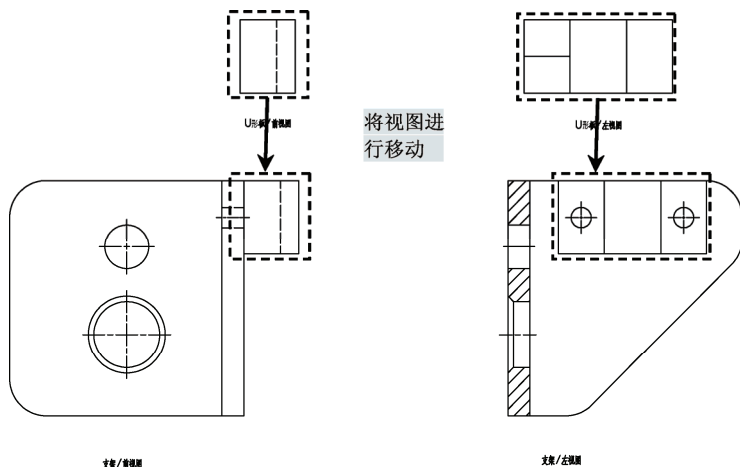

图 7-41 移动 U 形板
3) 执行“移动”命令(M), 将“U 形板”的“前视图”和“左视图”移动到“支架”的“前视图”和“左视图”的相关位置上, 如图 7-41 所示。